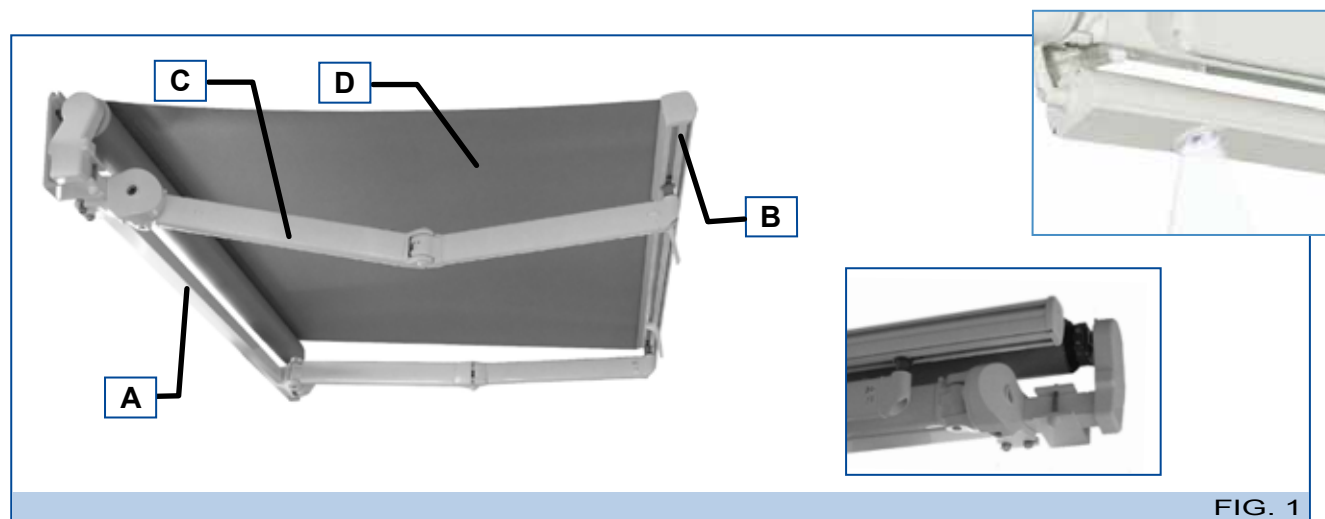

FIG. 1
- Estructura metálica: constituye el bastidor portante que contiene, en su interior, los varios mecanismos adecuados para el movimiento de apertura y cierre del toldo. Se compone de una barra cuadrada (A - Fig. 1), un tubo enrollador, una barra de carga (B - Fig. 1), algunos brazos extensibles mecanizados dotados de cables envainados o de cadena de acero inoxidable (C - Fig. 1), soportes (D - Fig. 1).
- Lona (E - Fig. 1): desempeña la función de cobertura y protección específica del toldo.
La apertura y el cierre del toldo se realizan gracias a la ayuda de la barra de maniobra (A - Fig. 1) y de un pequeño órgano (B - Fig. 1).